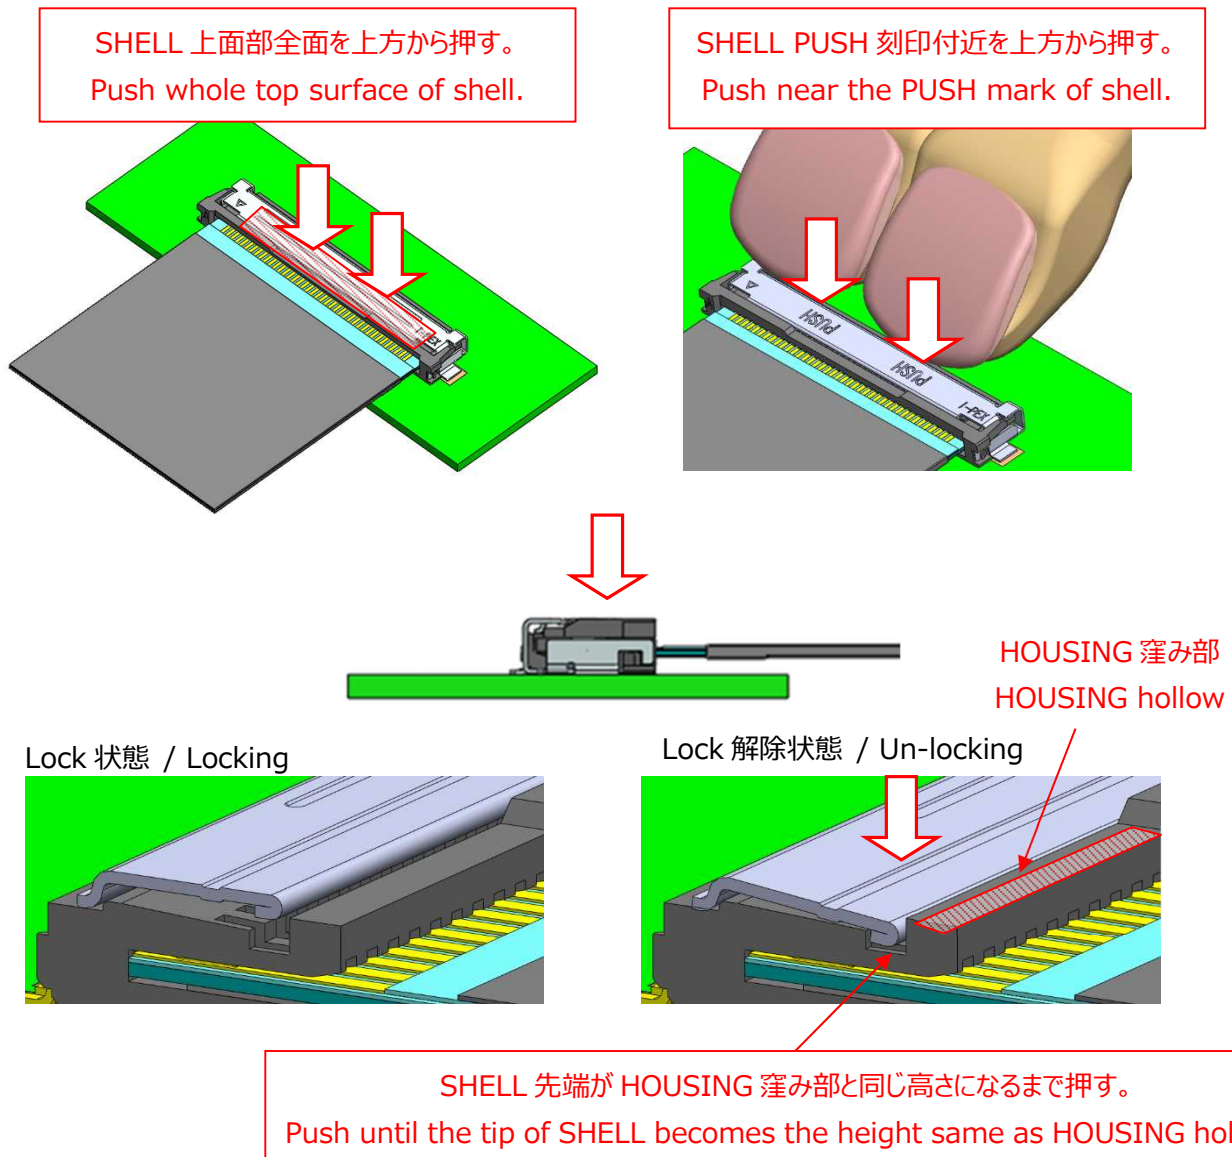

図. 4-1 FFC 抜去方法 1 / Fig.4-1 FFC withdrawing method 1
- ① 図 4-1 の様に、SHELL 上面部全面を上方から押す。
Please push whole top surface of shell. (Fig.4-1)